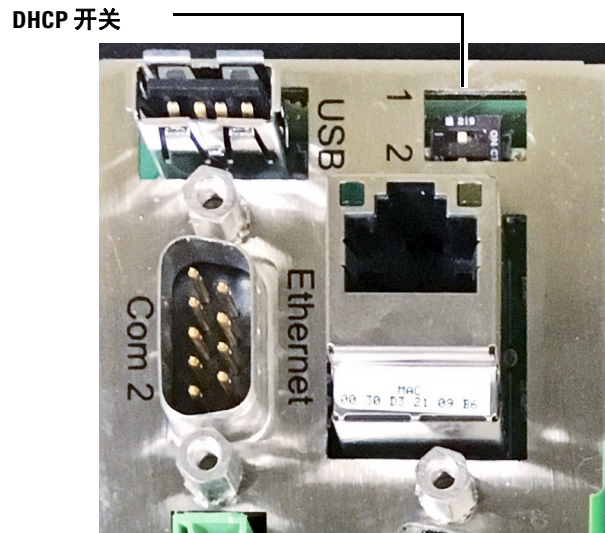

图 7 DHCP 开关
- 1 要完成此流程，Micro GC 必须使用静态 IP 地址模式。可通过确认 DHCP 开关（主板上表示为 **1**）在左侧位置对此进行验证。DHCP 开关在主板后侧。（见图 7）。